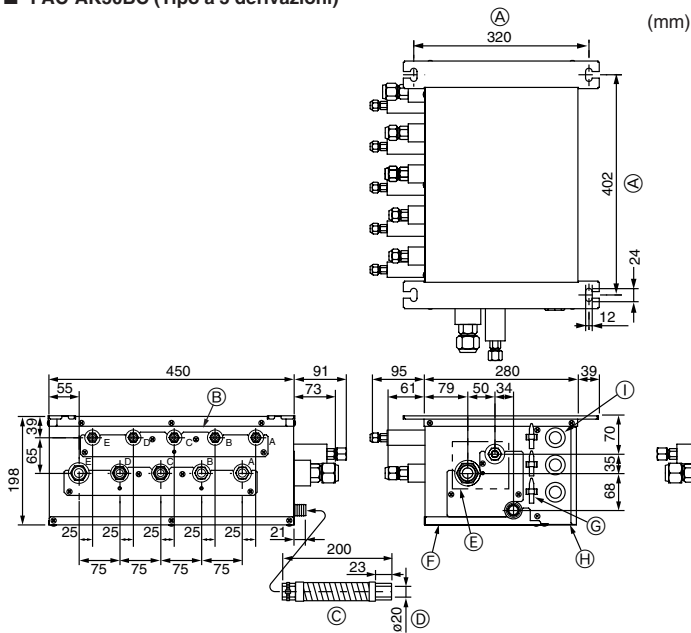

Fig. 4-2
■ PAC-AK50BC (Fig. 4-2)
- (1) Montare i bulloni di sospensione (non in dotazione) alla distanza indicata. (Fig. 4-2, 4-3)